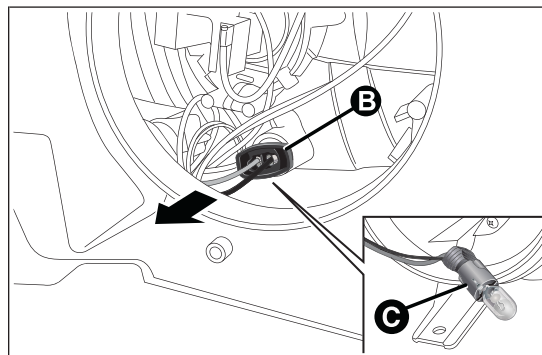

fig. 126
- extraire le groupe de douille B fig. 126 monté par pression, extraire l'ampoule C et la remplacer ;